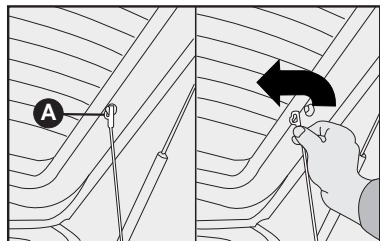

fig. 96
1) Soltar as extremidades superiores **A-fig. 96** dos dois tirantes, desprendendo as argolas dos pinos.